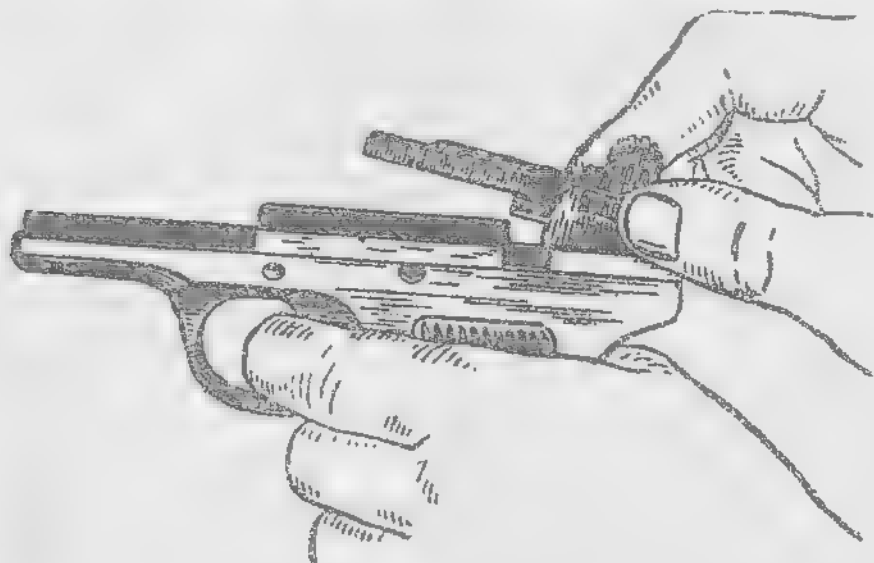

Рис. 80. Как снять колодку ударно-спускового механизма.
7) **снять колодку ударно-спускового механизма:** удерживая левой рукой рамку пистолета за рукоятку, правой рукой снять колодку кверху (рис. 80).